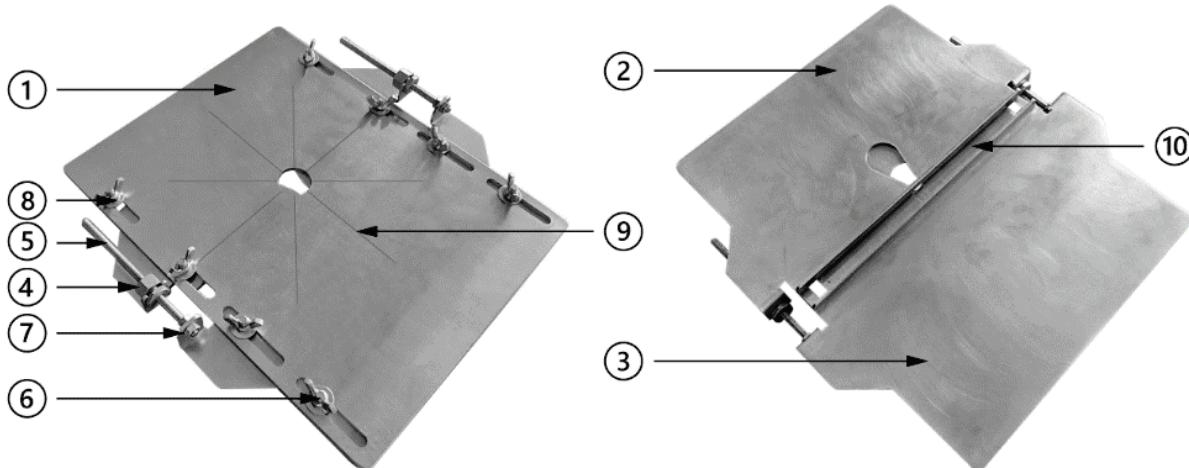
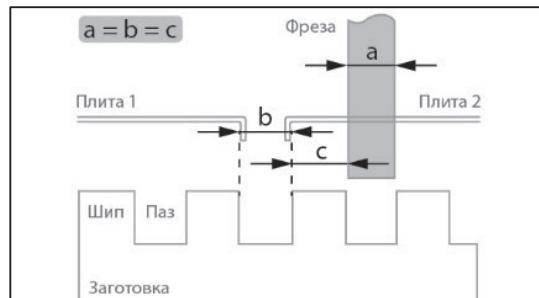

Рисунок 2.
Рисунок 3.
Перед установкой фрезера необходимо вывернуть гайки-барашки 8 (рис. 2) и снять основание 1.
Установите фрезу необходимого диаметра (а) мм (рис. 3) так, чтобы ее ножи располагались вдоль продольной оси приспособления.
Затем опустите и зафиксируйте фрезу в этом положении. Отрегулируйте расстояние от бортика направляющей до фрезы (с) мм так, чтобы его размер был равен диаметру фрезы (а) мм. Для этого, с помощью штангенциркуля, замерьте и зафиксируйте диаметр фрезы. Ослабьте крепление регулировочной плиты 2 (рис. 2). Переместите плиту до плотного касания бортика направляющей и фрезы со штангенциркулем. Затяните гайки-барашки 8 плиты 2.
Правильно настроенное приспособление позволяет сделать плотное шиповое соединение. Это особенно актуально при малой ширине деталей и малом количестве шипов. На широких деталях с большим количеством шипов для более легкой сборки соединение можно сделать прослабленным. Для этого необходимо уменьшить расстояние (с) мм (рис. 3).
Установите плиту 3 (рис. 2) таким образом, чтобы размер паза направляющих (b) мм (рис. 3) по внешней стороне бортиков был равен диаметру фрезы (а) мм. Для этого ослабьте гайки-барашки 8 плиты 3 (рис. 2). С помощью штангенциркуля, замерьте и зафиксируйте диаметр фрезы. Установите штангенциркуль по внешним сторонам бортиков направляющих. Подкручивайте гайку 4 до плотного касания бортиков направляющей и штангенциркуля. Проделайте эту настройку с двух сторон, чтобы исключить перекос направляющих. Зафиксируйте плиты 2 и 3 в этом положении, затянув гайки-барашки 8.
После этого при помощи штангенциркуля установите расстояние от фрезы до бортика, соответствующее размеру окна и зафиксируйте плиту 2 (рис. 2).
Следующим шагом в настройке будет выставление паза направляющих. Расстояние между двух бортиков по внешней стороне должно быть равно диаметру установленной фрезы (рис. 4–8, 9) см. п. 3.2 «Настройка шипорезного устройства». Также настройку подвижных плит можно произвести, установив их в первый паз. Производя регулировку гайками 4 (рис. 2) необходимо добиться, чтобы приспособление ходило в пазе с легким натягом и не имело люфтов. По окончании регулировки зафиксируйте плиту 3, закрутив гайки-барашки 8.
- диаметр фрезы = расстояние от фрезы до бортика направляющей = ширина паза направляющих по внешнему краю ($a = b = c$, рис. 3).
Установлено слишком большое расстояние «с», рис. 3	Произвести корректировку положения пластин